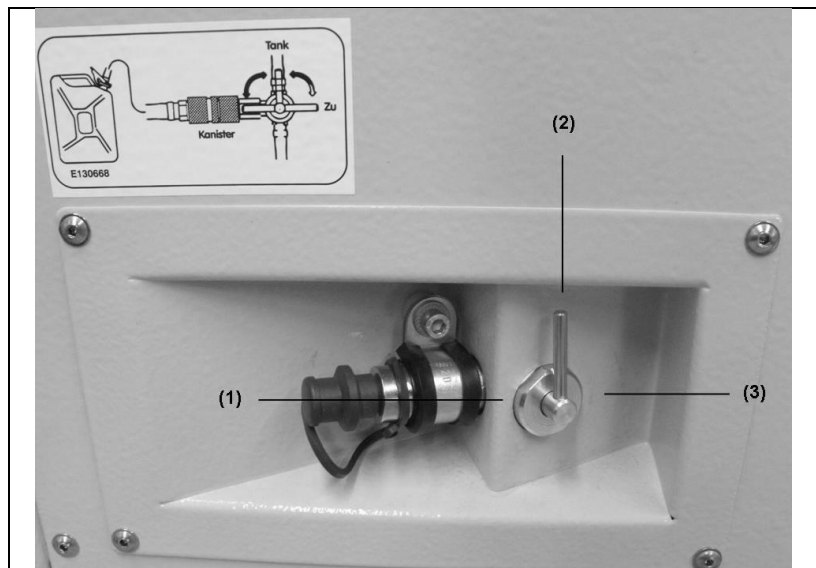

Abb. 5-11: 3 Wege Kraftstoffhahn
3. Kraftstoffhahn auf Eigen-Tank (*Abb. 5-11-(2)*) stellen.
8. Kraftstoffhahn auf „Fremdbetankung“ (*Abb. 5-11-(1)*) stellen.